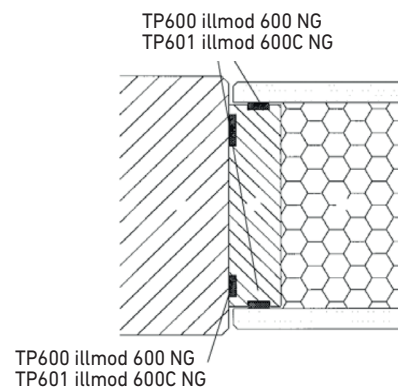

Figure 17 : Jonctions en ossature bois
- pour les **jonctions en ossature bois** (Figure 17)